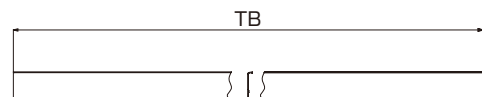

図 2-1-5
(6)カバー(㉟)をつける場合TB と同寸法で切断してください (図 2-1-5)。